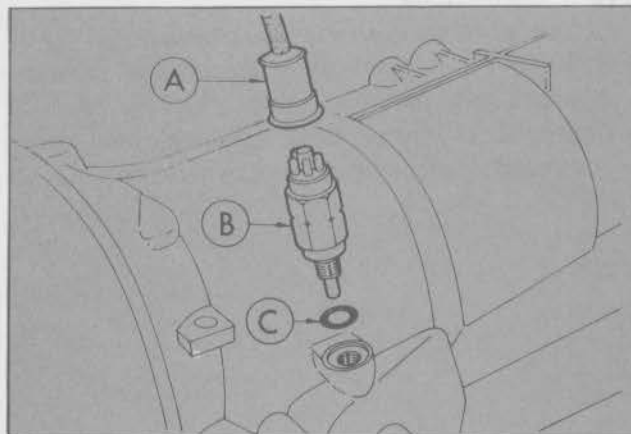

Fig. 131 - Montaje del interruptor inhibidor de arranque
- Retirar el interruptor y extraer el sello anular (Fig. 131).